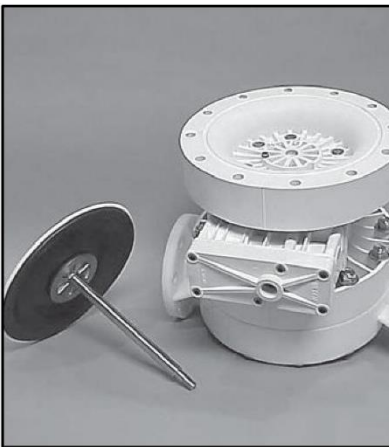

图10a
使用活动扳手拆下气室上固定液室的螺栓。使用活动扳手或用手转动隔膜，拆下隔膜组件（图10a）。
- 1) 外压板、隔膜和内压板仍连接在轴上，组件整体可以从中心体上拆下（见图10a）。